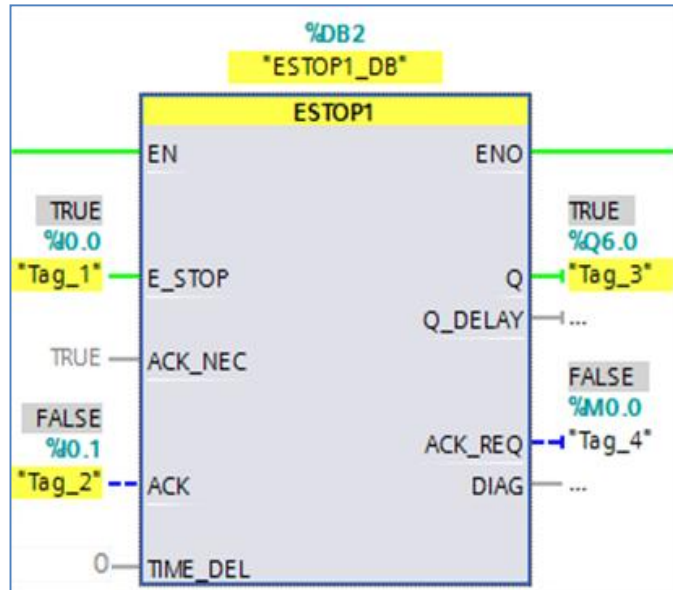

图 4-6 程序块去钝完成
- 4) 去钝 ESTOP1 功能块，只需提供输入管脚 ACK 一个上升沿信号即可，本例中 I0.1 输入为 1 后，在 I0.0 急停按钮正常状态下，Q6.0 恢复输出，如图 4-6 所示。